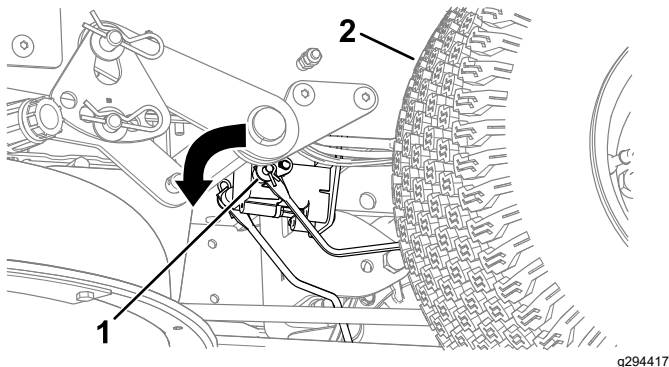

Bild 53
4. Finden Sie die Welle an der elektrischen Bremse, an der die Bremsgestängearme angeschlossen sind (Bild 53).
5. Kippen Sie die Welle nach vorne, um die Bremse zu lösen, wie in Bild 53 dargestellt.